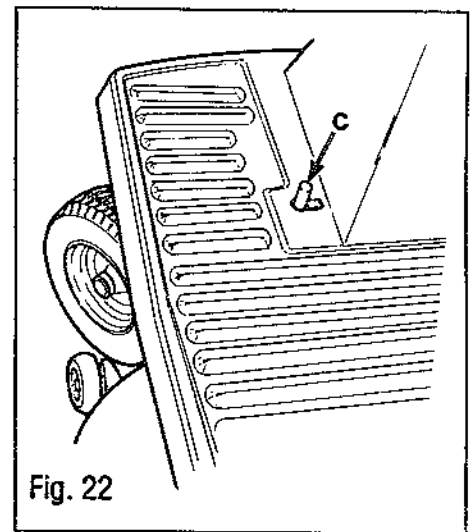

Fig. 22
**C — FREIN A MAIN.** Pour l'engager, appuyer sur la pédale de frein (B) jusqu'au fond et pousser le verrou de frein (C, Fig. 22) vers la droite. Pour le dégager, enfoncer la pédale de frein et la relâcher.
1. Serrer le frein à main (C, Fig. 22). Le moteur ne démarre pas si la pédale de frein n'est pas enfoncée.